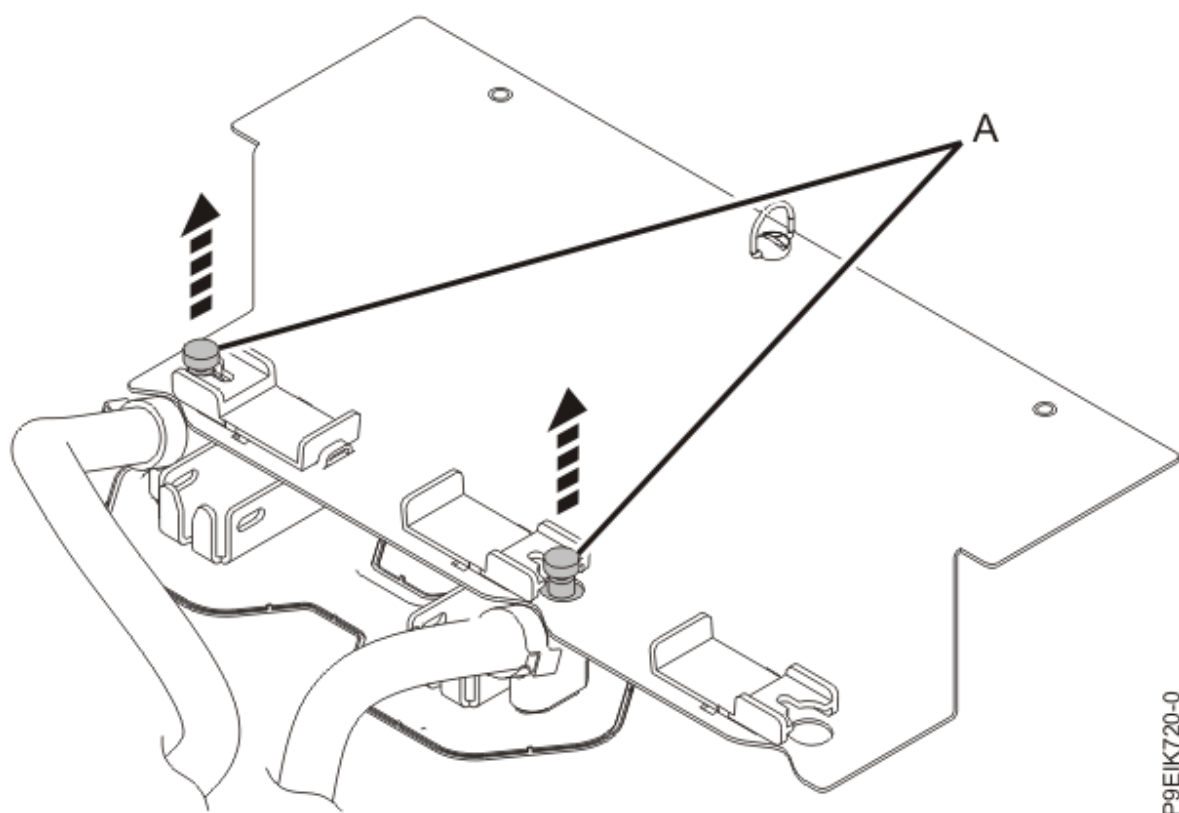

Figura 22. Inserción de las patillas de la placa refrigeradora de la GPU en el receptáculo
- b) Inserte las patillas de la placa refrigeradora **(A)** en el receptáculo, tal como se muestra en la Figura 22 en la página 25.